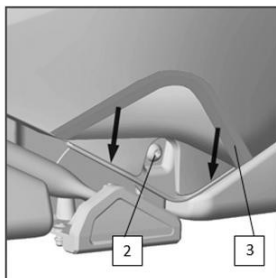

Fig. 24
2. Fissare il sedile con due viti a testa cilindrica su entrambi i lati (figura 2, fig. 24).
3. Serrare gli elementi di fissaggio della copertura del sedile (Pos. 3, Fig. 24) e dietro la base.